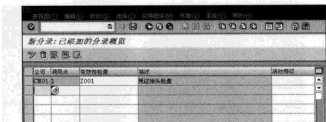

图 5-34 有效性检查目录
STEP 1 在命令栏输入 SPRO 命令, 通过菜单选择“财务会计→财务会计全局设置→凭证→行项目→定义过账有效性”选项, 或者直接在命令栏输入 OB28 命令, 进入到有效性的“新分录: 已添加的分录概览”界面, 如图 5-34 所示。